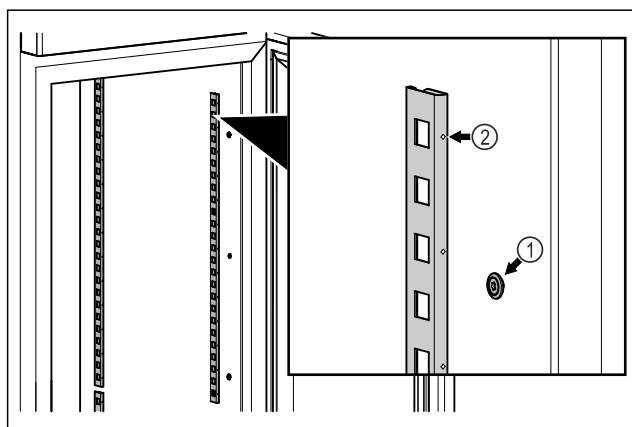

Fig. 48 Representación a modo de ejemplo
- ▶ Enganchar las tiras de retención en la suspensión Fig. 48 (1). La marca Fig. 48 (2) debe apuntar hacia delante.